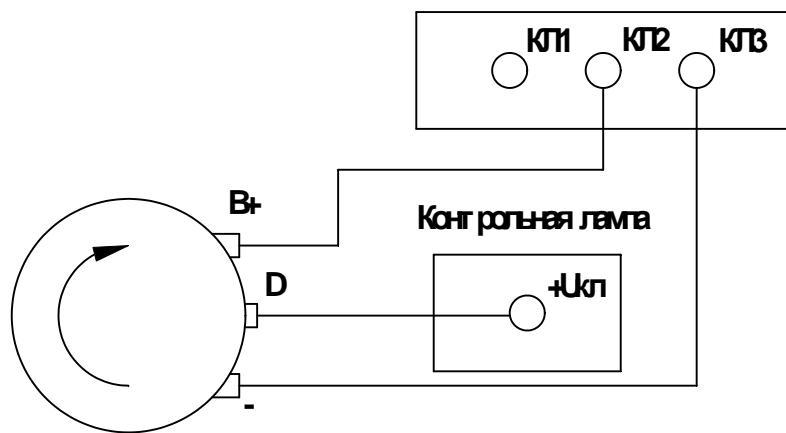

Рисунок 13 Схема подключения генератора 94.3701 при проверке под нагрузкой
- подключите генератор к стенду, как показано на рис. 13, провода подключающие к клеммам кл2 и кл3 должны быть рассчитаны на нагрузку около 100А, т.е. сечением 10 мм^2 ;